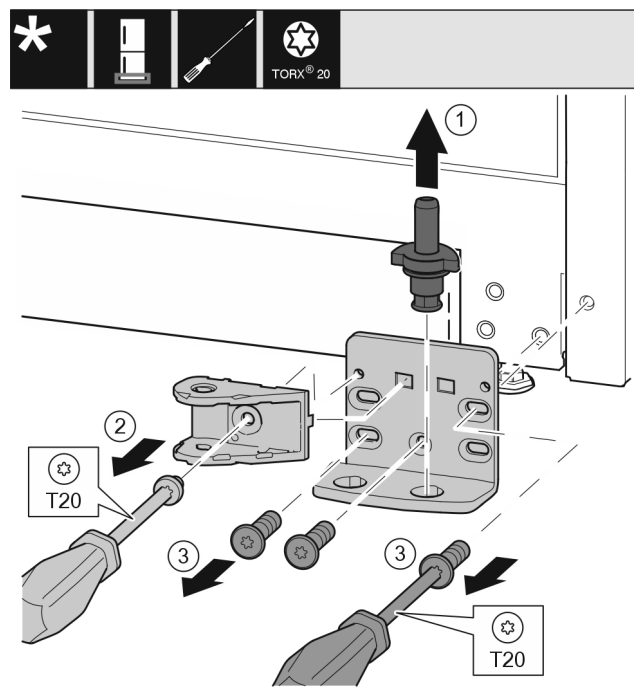

Fig. 32
- Ložiskový čep celý vytáhněte nahoru. Fig. 32 (1)
- Šroubovákem T20 vyšroubujte šroub a odeberte spojení tlumiče zavírání. Fig. 32 (2)
- Šroubovákem T20 vyšroubujte šrouby a odeberte stojan ložiska. Fig. 32 (3)